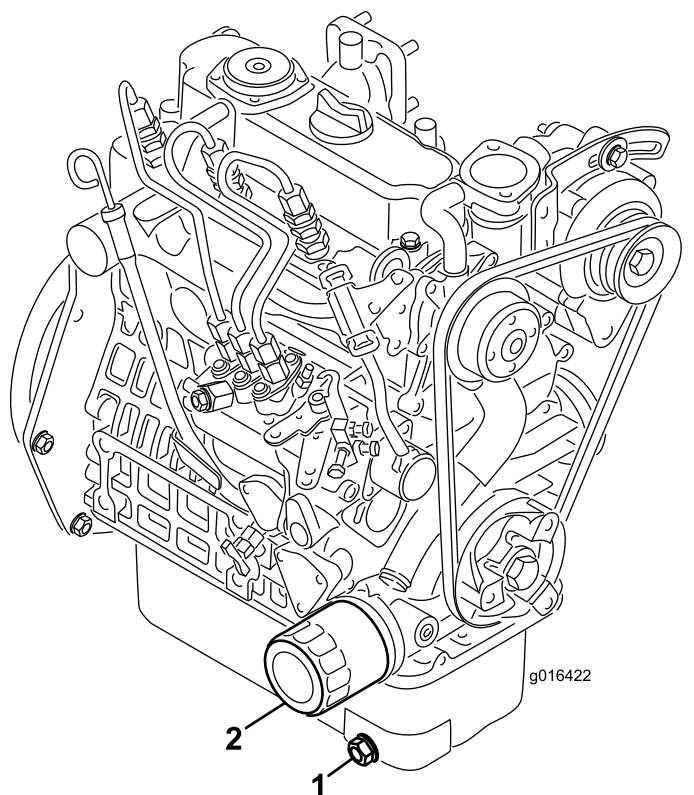

図 34
1. ドレンプラグ 図 34 を外してオイルを容器に受ける。オイルが抜けたらドレンプラグを取り付ける。